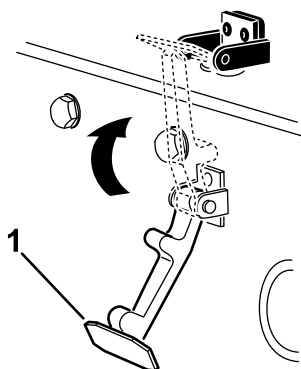

Figura 34
6. Agganciate il fermo sulla relativa staffa (Figura 34).